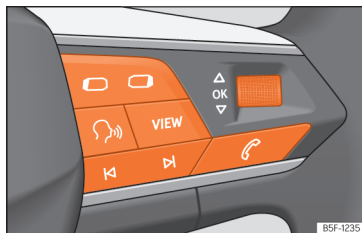

Fig. 14 Costat dret del volant multifunció: tecles per utilitzar els menús i les indicacions informatives del quadre d'instruments (segons versions).
Mentre hi hagi un advertiment amb prioritat 1 >>> pàg. 27, no es podrà accedir a cap menú. Alguns advertiments es poden confirmar i amagar amb la tecla **OK** del volant multifunció >>> **fig. 14**.
- Si es mostra un missatge o el pictograma d'un vehicle, premeu la tecla **OK** >>> **fig. 14**; si cal, feu-ho diverses vegades.